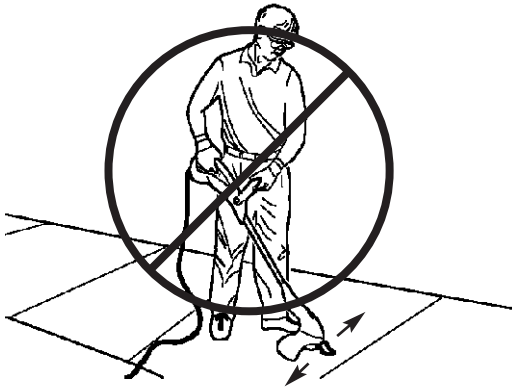

Fig. 16
7. **BARREDOR - NUNCA UTILICE SU UNIDAD PARA ESTE TRABAJO** (Fig. 16)